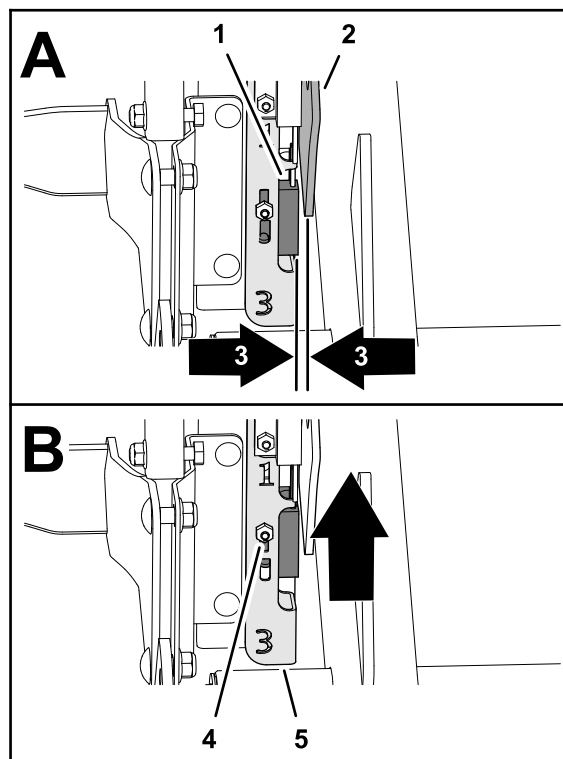

图 32
如果在较浅的深度打孔导致打孔头超过打孔深度或者如果您遇到打孔头弹跳的情况那么在较浅的深度打孔时应将 4 号接近开关在 H 支架上调整到一个更高的设置图 32。
3. 确认接近开关总成 H 框架外侧距靶板的距离不超过 1.5mm 图 32。
5. 如果需要松开固定开关安装板的锁紧螺母和托架螺栓将其提升到最高位置并固定安装板图 32。
6. 拧紧锁紧螺母图 32。